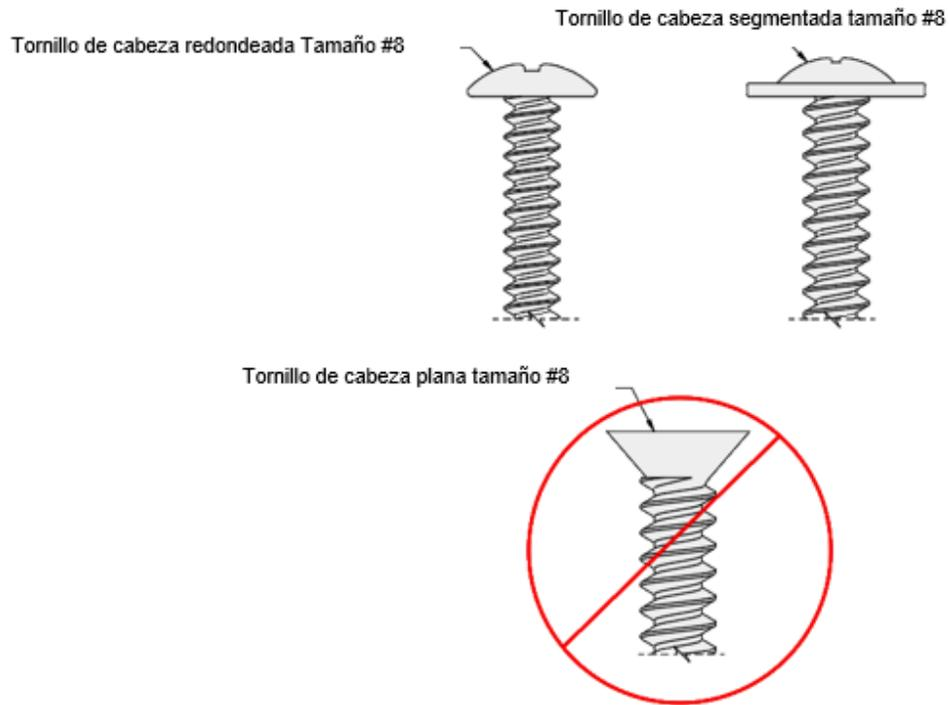

Figura 15: Selección de los sujetadores
- I)  **Todos los sujetadores** que se usen para sujetar la puerta a la abertura en bruto deben tener una cabeza redondeada. (Ver Figura 15).